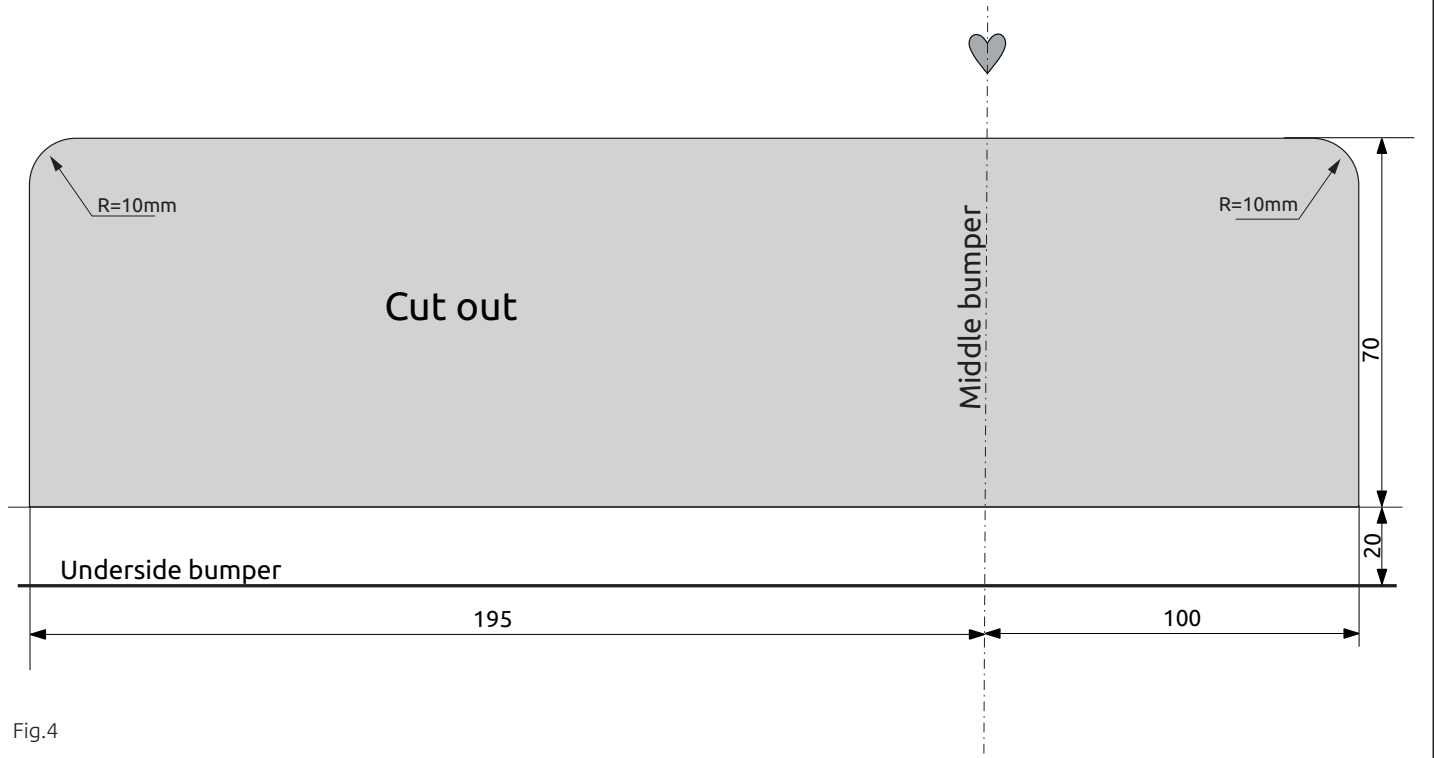

Fig.4
12. Выпилить часть из бампера в середине снизу, как указано на рис. 4.